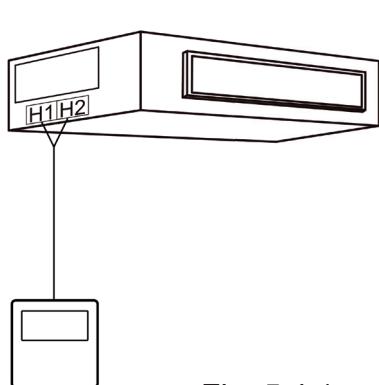

Fig. 5.4.1
- 1) La Fig. 5.4.1 mostra l'installazione del Filocomando: